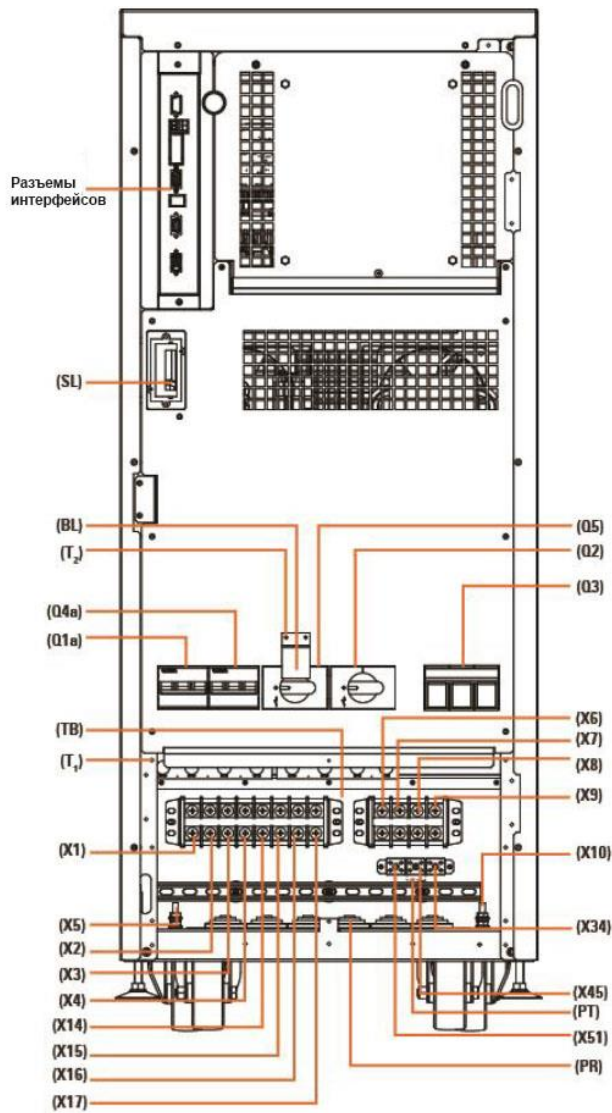
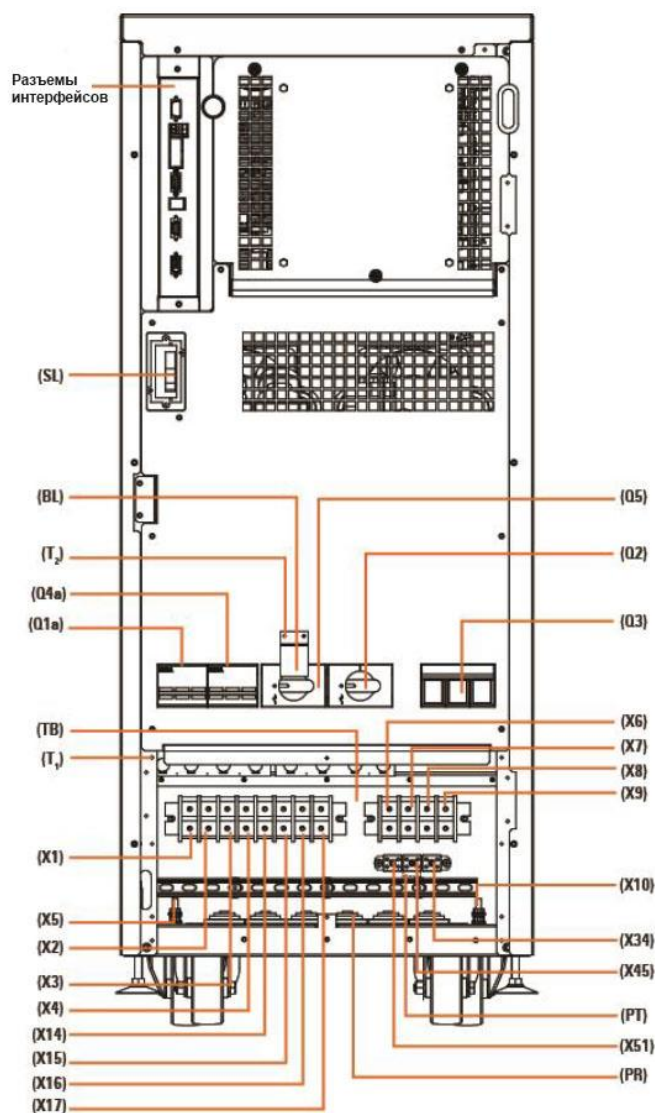
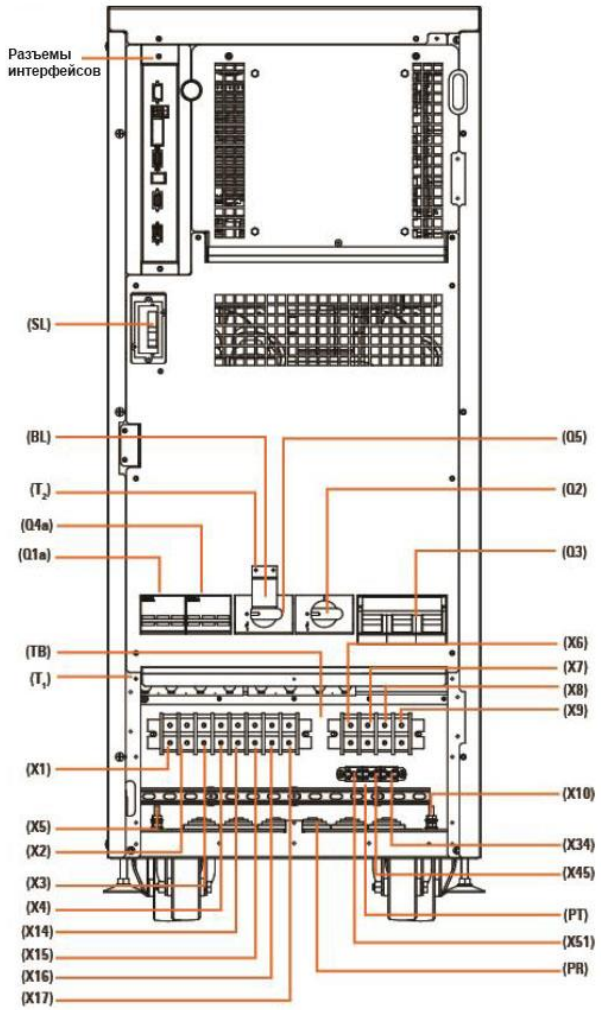

Рисунок 1.5 Передняя панель ИБП 10-20кВА с отдельной линией статического байпаса.
Рисунок 1.6 Передняя панель ИБП 30кВА с отдельной линией статического байпаса.
Рисунок 1.7 Передняя панель ИБП 40кВА с отдельной линией статического байпаса.
1.3.4 Передняя панель ИБП без двери для мощности 10-20кВА с отдельной линией статического байпаса (рис.1.5), 30кВА (рис. 1.6), 40кВА (рис. 1.7).